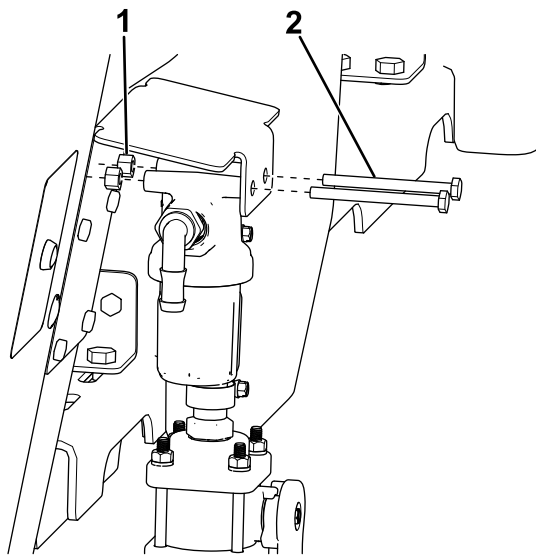

**Bild 33**
1. Fahren Sie für Streuer der Serie Forge 2.0 mit Schritt 4 fort. Richten Sie für Streuer der Serie VBX die Filterhalterung an der Kante der hinteren Abdeckung aus und befestigen Sie diese mit vier Schrauben (5/16") am Füllkasten, wie in Bild 33 abgebildet.